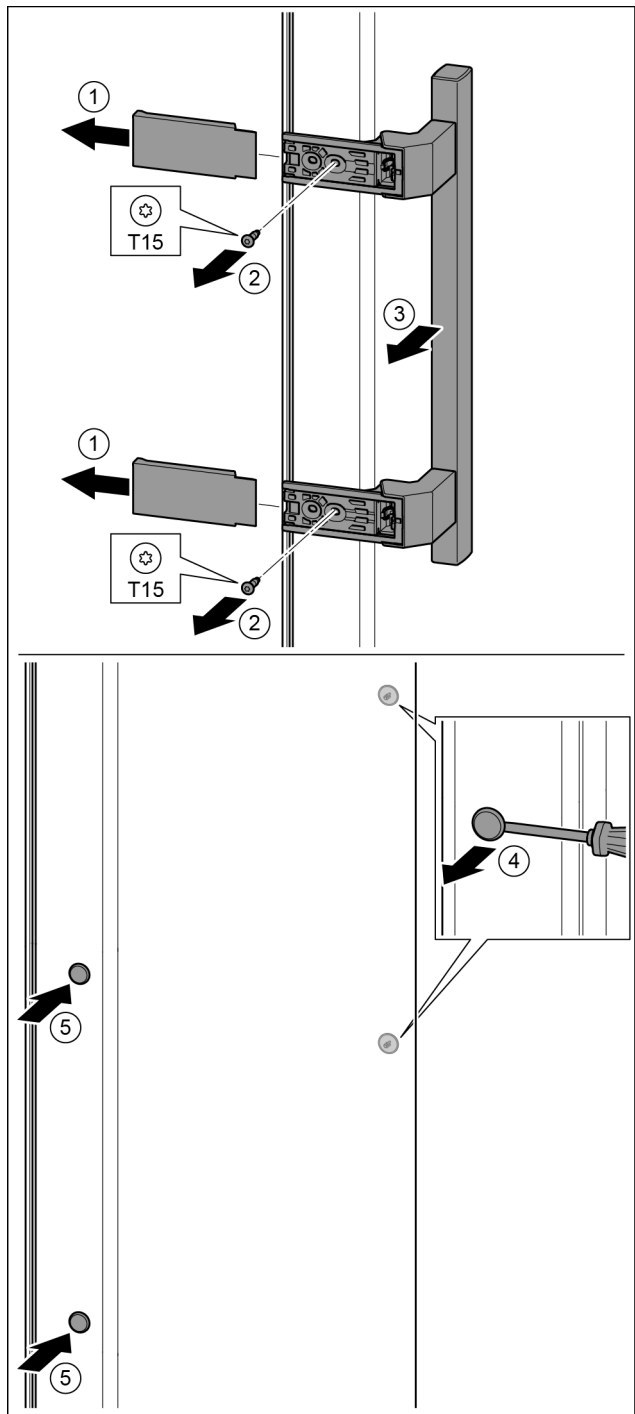

Fig. 38
- ▶ Afdekking eraf trekken. Fig. 38 (1)
- ▶ Schroeven met schroevendraaier T15 eruit draaien. Fig. 38 (2)
- ▶ Greep eraf halen. Fig. 38 (3)
- ▶ Zijdelingse stop voorzichtig met een sleufschroevendraaier optillen en eruit trekken. Fig. 38 (4)
- ▶ Stop op de andere kant weer aanbrengen. Fig. 38 (5)